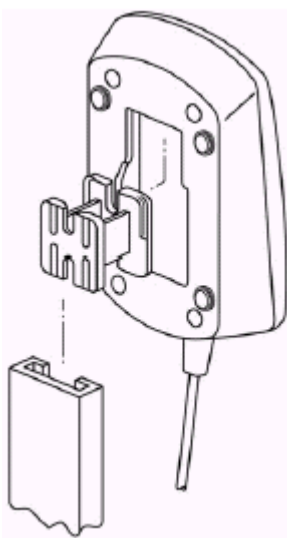

Рис. 13. Фиксирующий адаптер.
4. При наличии стандартных крепящих приспособлений используйте фиксирующий адаптер (рис. 13).